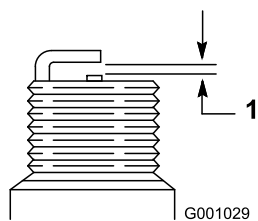

Figure 30
4. Réglez l'écartement des électrodes de la nouvelle bougie à 0,76 mm (0,030 po), comme montré à la Figure 30.